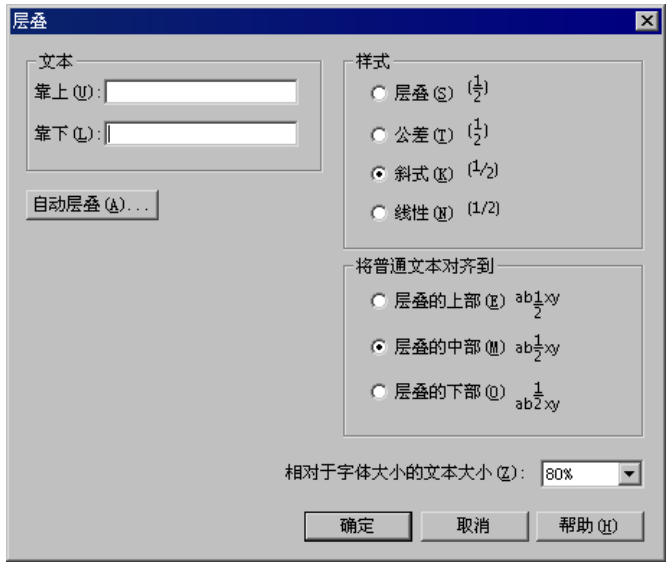
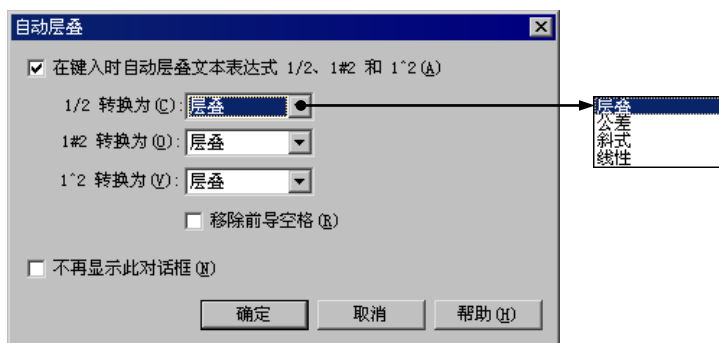

图 8.5.5 “层叠”对话框
图 8.5.6 “自动层叠”对话框
-  按钮：用于设置文本的层叠格式。当单击此按钮时，系统弹出图 8.5.5 所示的“层叠”对话框。使用此按钮也可用于指定分数、上标和下标的内容。单击  按钮，系统弹出图 8.5.6 示的“自动层叠”对话框。